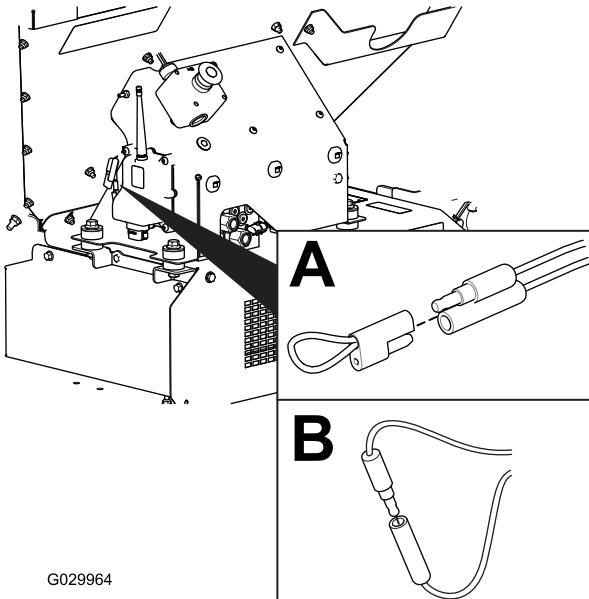

Figura 59
2. Retire a tampa dentada dos dois conectores de diagnóstico do shunt (Figura 59, A).
3. Ligue os conectores de diagnóstico do shunt em conjunto (Figura 59, B).
2. Desligue os conectores de diagnóstico do shunt (Figura 59, B).
3. Empurre a tampa dentada para os 2 conectores de diagnóstico do shunt (Figura 59, A).